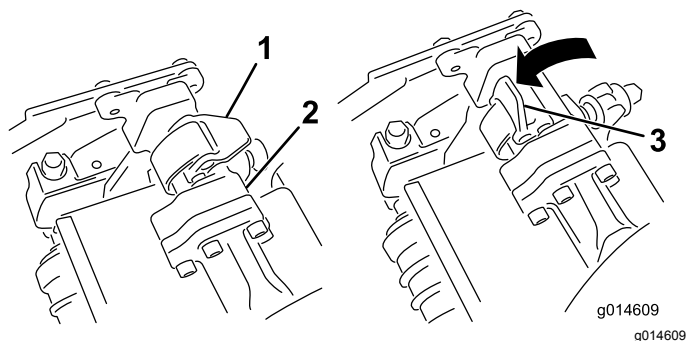
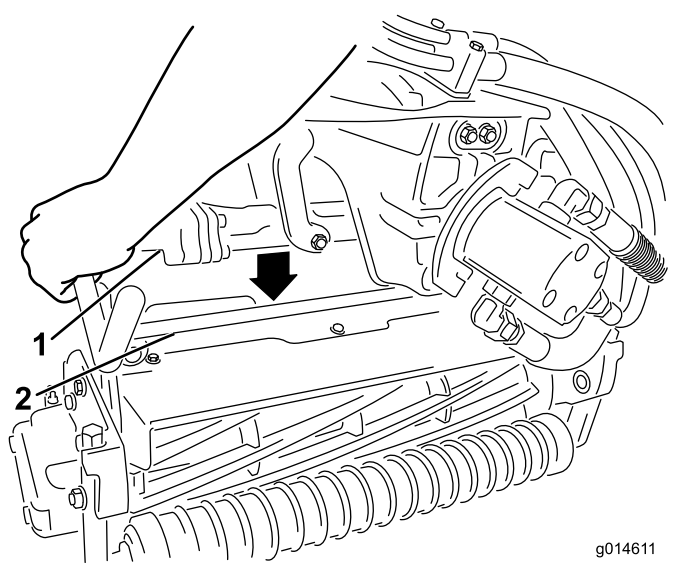

Рисунок 44
Рисунок 45
3. Когда защелки на штанге рычага подвески направлены вверх (т.е. открыты) (Рисунок 44), нажмите на рычаг подвески так, чтобы штанга села на поперечный стержень наверху режущего блока (Рисунок 45).
4. Опустите защелки и поверните вокруг стержня режущего блока и заблокируйте их (Рисунок 44).
4. Откройте защелки на штанге рычага подвески режущего блока, который необходимо снять (Рисунок 44).